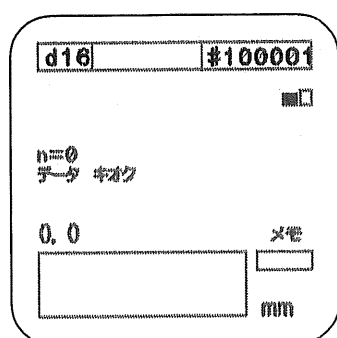

図27
- ☐ トウケイテキニソクテイにカーソルを合わせSTARTキーを押してください。図27が表示されます。